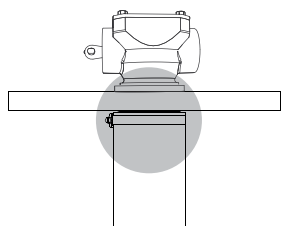

Рис. 61. Установите хомут
20. Закрепите трубку хомутом. См. рис. 61.